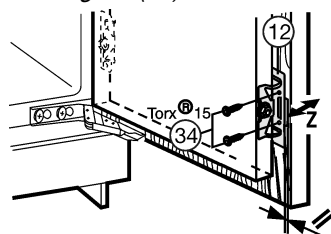

Fig. 33
- monter une deuxième paire de cornières de fixation Fig. 33 (12).
- Visser la porte de l'appareil sur la porte du placard à l'aide de vis *Fig. 33 (34)* au travers de l'équerre de fixation *Fig. 33 (12)*.